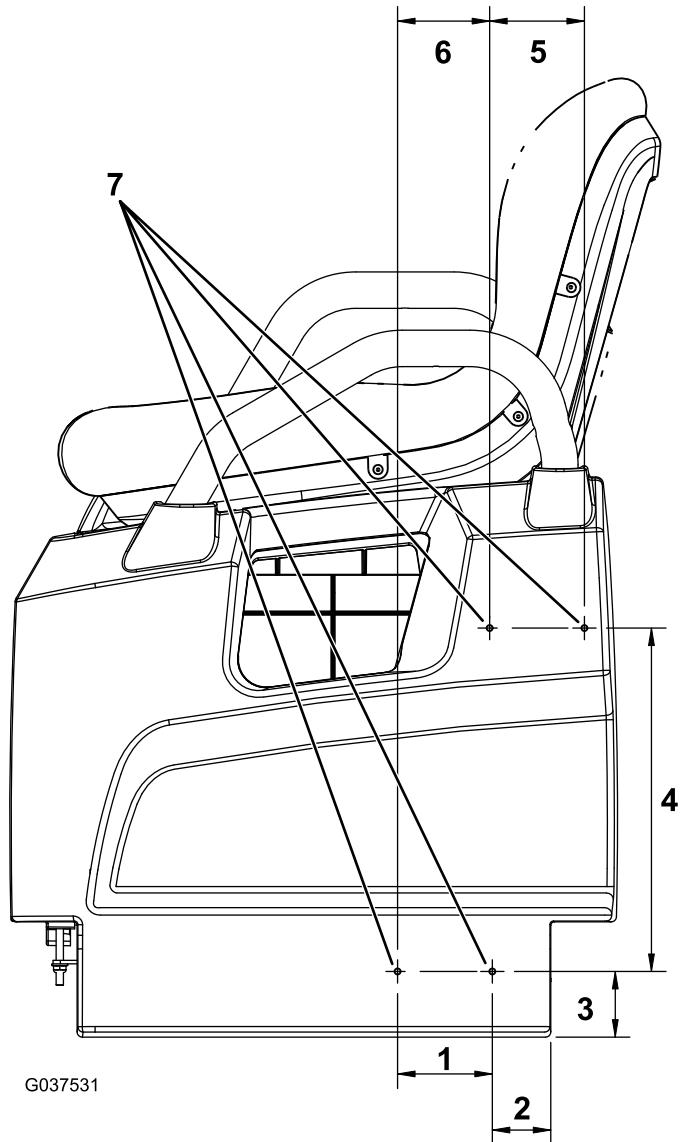

Рисунок 10
- На левой стороне машины отмерьте 51 мм от нижней левой стороны основания сиденья и отметьте эту точку (Рисунок 10).
- Отмерьте 57 мм прямо вверх от этой точки и поставьте в этом месте точку (Рисунок 10).
- Отмерьте 83 мм влево от точки, отмеченной в пункте 2, и поставьте в этом месте точку (Рисунок 10).
- Отмерьте 80 мм влево от точки, отмеченной в пункте 3, затем отмерьте 299 мм прямо вверх от этой точки и поставьте здесь точку (Рисунок 10).
- Отмерьте 83 мм вправо от места, отмеченного в пункте 4, и поставьте здесь точку (Рисунок 10).
- Просверлите отверстие диаметром 5 мм в каждой из четырех отмеченных точек (Рисунок 10).